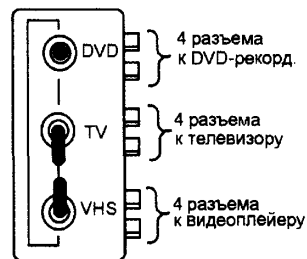

Рисунок 6.
4. Если нужно полностью подключить пишущий видеоплеер к телевизору (воспроизведение и запись с телевизора), – тумблер «TV» – в положение «VHS», тумблер «VHS» – в положение «TV». Тумблер «DVD» – в нейтральном (рис. 6).